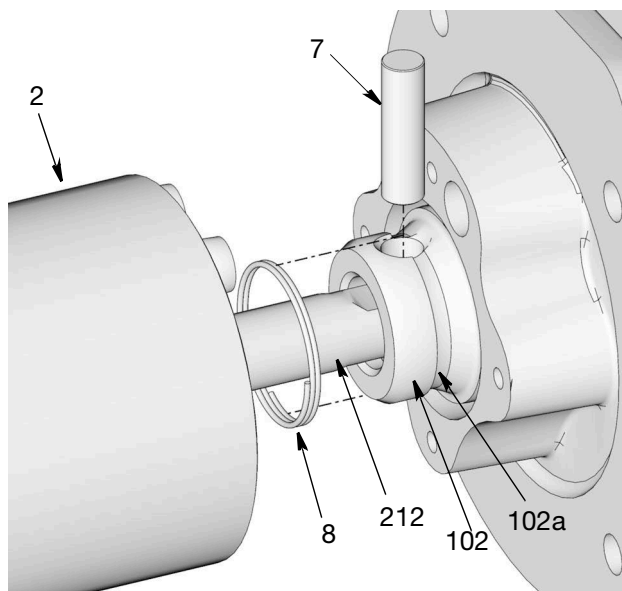

Рис. 26
11. Сдвиньте стопорное кольцо (8) из канавки (102a) в соединительном штоке (102) для обнажения штифта насоса (7) (Рис. 26). Вытолкните или выбейте штифт насоса (7) из отверстия.